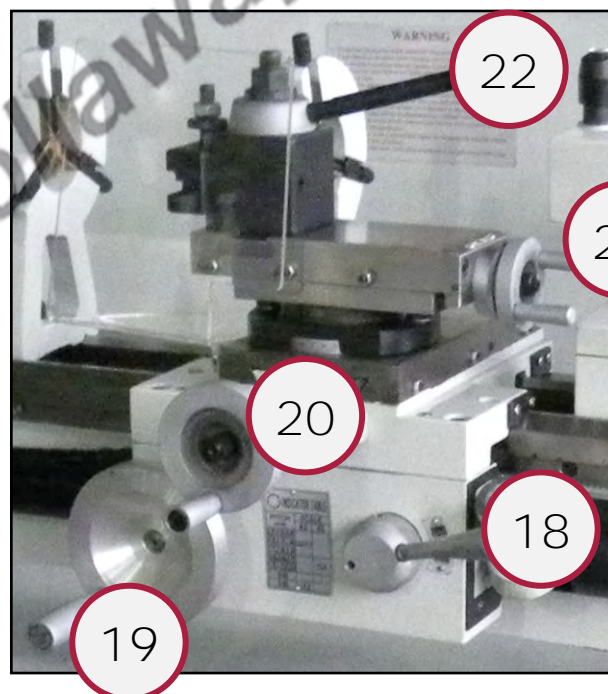

Figura 22 – Volantini e leve carrello.
5. **Inserire l'utensile sulla torretta del carrello porta utensile,** e fissarlo con l'apposita leva di bloccaggio (rif. 23 in Figura 22).
6. Regolare la posizione del carrello e delle slitte porta utensile, utilizzando le leve ed i volantini appositi (Figura 22).
13. **Dopo aver atteso l'arresto della rotazione del mandrino, sollevare lo schermo mobile di protezione e smontare il pezzo dal mandrino stesso, aprendo le griffe, con l'apposita chiave.** A tal proposito, inserire la chiave in una delle cave a sezione quadra, presenti sul mandrino (Figura 22) e ruotarla in senso antiorario.